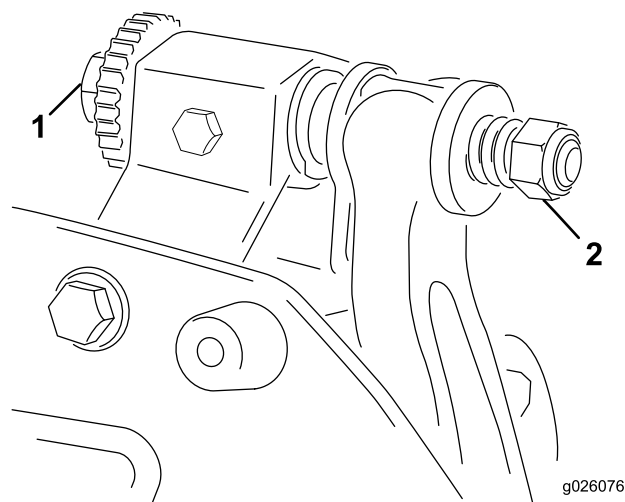

Рисунок 4
2. Наклоните режущий блок, чтобы получить доступ к неподвижному ножу и барабану. **Убедитесь в том, что гайки с обратной стороны регулировочных винтов планки неподвижного ножа не упрутся в рабочую поверхность (Рисунок 4) .**